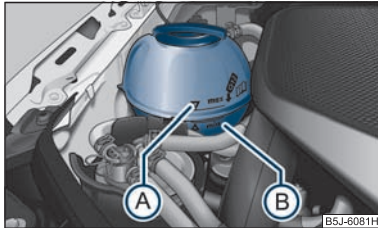

Abb. 142 Motorraum: Kühlmittel-Ausgleichbehälter
- Prüfen Sie den Kühlmittelstand am Kühlmittel-Ausgleichbehälter ⇒ Abb. 142. Der Kühlmittelstand muss bei kaltem Motor zwischen den Markierungen „MIN“ (B) und „MAX“ (A) liegen. Bei warmem Motor kann er auch etwas über der Markierung „MAX“ liegen.
- Legen Sie einen Lappen auf den Verschlussdeckel des Kühlmittel-Ausgleichbehälters ⇒ Abb. 142 und schrauben Sie den Deckel **vorsichtig** links herum ab ⇒ ⚠.